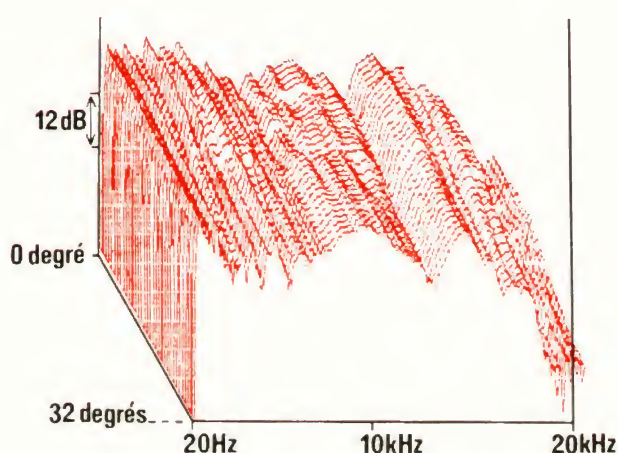

FIGURE 7
Fig. 7. - Circuits numériques et analogiques du montage 113 pour réaliser une roulette électronique : quadruple porte NAND 7400, double bascule 7476 et afficheur sept segments.
- Fig. 7. - Relevé 3D de directivité (20 Hz-20 kHz, 0° à 32°).